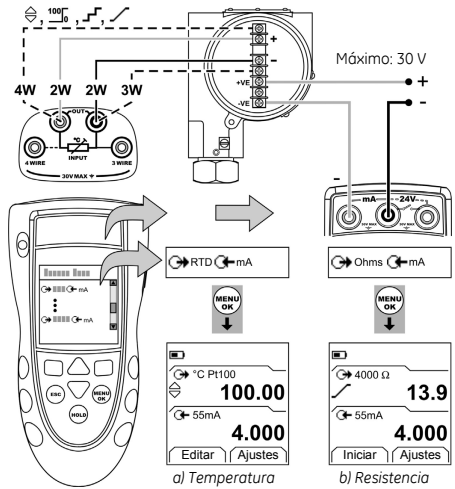

Figura 3: Ejemplo de configuración - Calibración de transmisores con alimentación de lazo externa
1. Conecte el instrumento (Figura 3/4) y, si es necesario, ajuste las opciones de *Configurar* (Tabla 1).